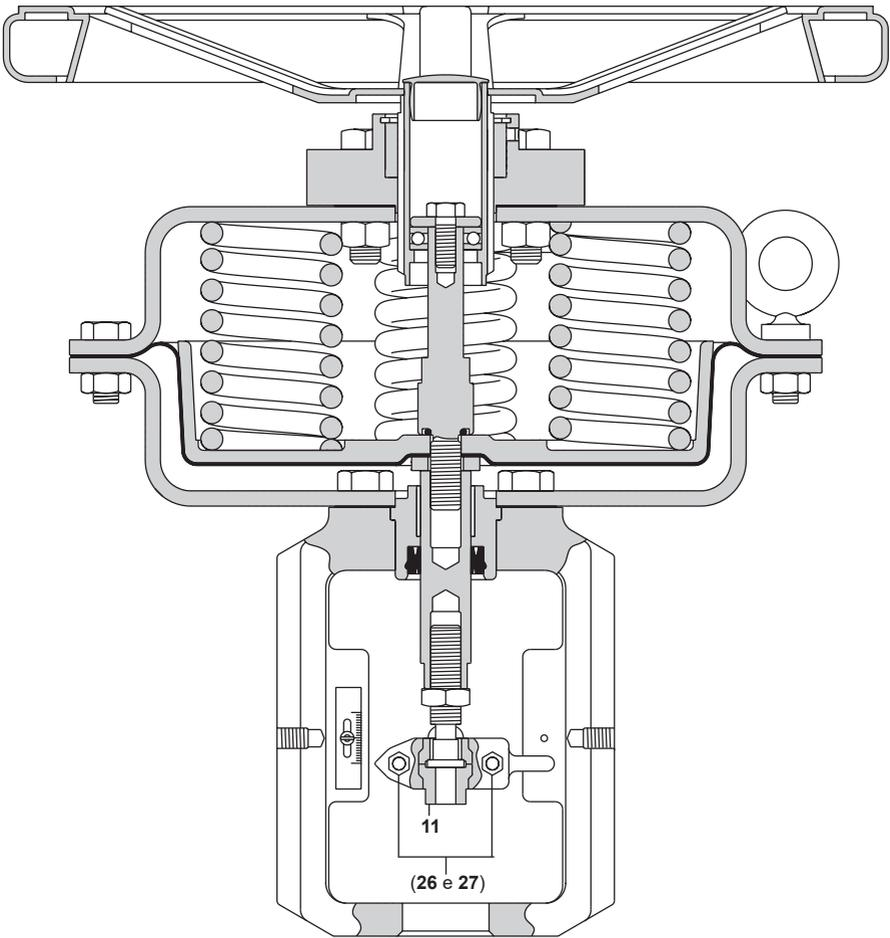

Fig. 10
- Allentare e togliere i dadi e le viti del connettore a clamp (26 e 27, rif. Fig. 10) e rimuovere l'adattatore della valvola (11).